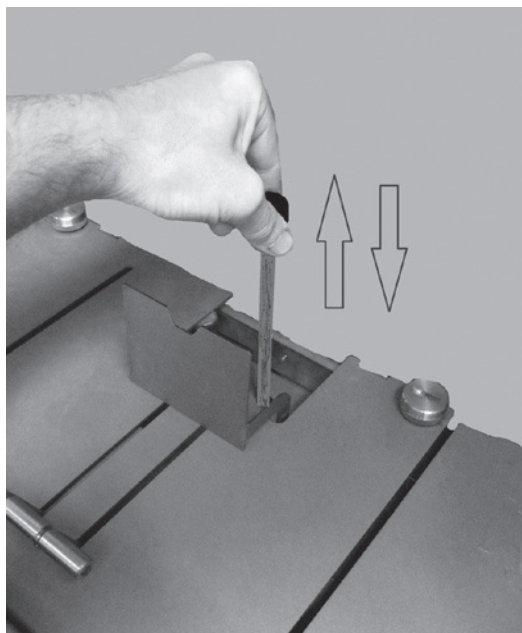
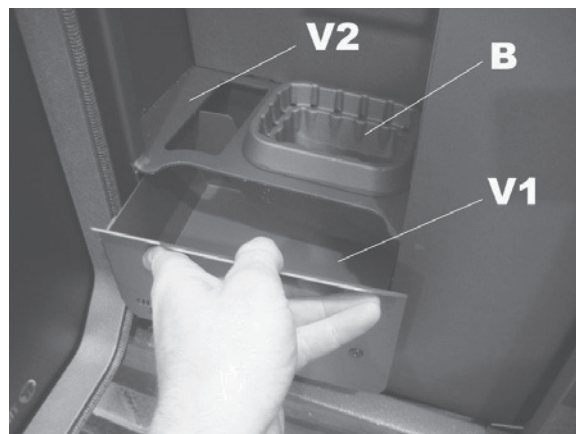

Figure 1
Figure 2
- **Tous les jours et à chaque fois que cela s'avère nécessaire** : nettoyer le brûleur (B) et replacer la lame du brûleur (A) (Figures 1, 3 et 4)
**ATTENTION** : Nettoyer régulièrement et soigneusement le brûleur à l'aide d'un aspirateur, nettoyer avec une attention particulière la zone à proximité de la bougie d'allumage afin de garantir le bon fonctionnement de l'appareil. Pour ouvrir la porte, utiliser la poignée (BA) (Figure du chapitre 7.6)
- **Une fois tous les 3 jours** : Tirer et relâcher plusieurs fois les tiges de nettoyage des turbulateurs (Figure 2).